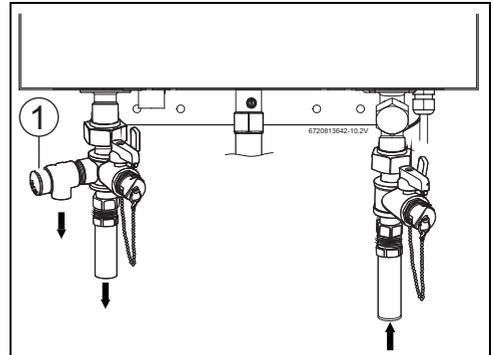

Fig. 15 Raccordements de plomberie et (avec vannes d'arrêt) et soupape différentielle
- ▶ Des soupapes d'arrêt doivent être installées sur les conduites d'alimentation en eau froide et de sortie d'eau chaude sanitaire pour faciliter l'entretien du chauffe-eau (voir fig. 15).
**Raccordement de la soupape différentielle (SD)**